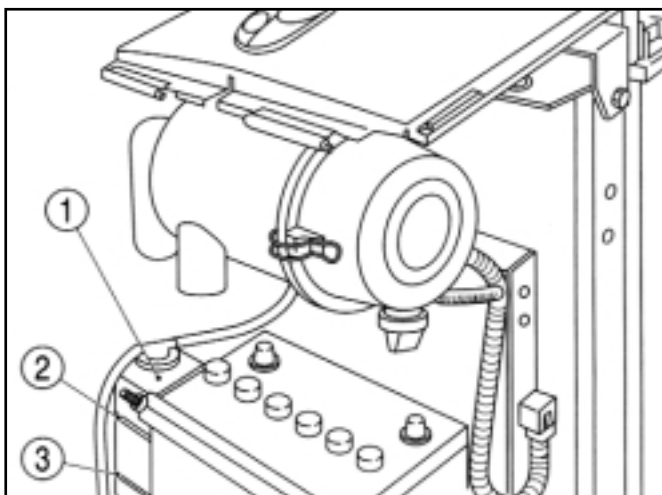

FIG. 107a / ABB. 107a / FIG. 107a
Le TK546 étant équipé d'un réservoir de réserve, vérifiez le niveau de liquide de refroidissement en procédant comme suit (Fig. 107a):
5. Remontez les 2 bouchons et connectez le tuyau s'il a été démonté. Remplissez le radiateur avec de l'eau douce et pure, si disponible, avec un pourcentage minimum de 33 % d'antigel. Remplissez le réservoir de réserve de liquide de refroidissement jusqu'à la limite supérieure par l'orifice de remplissage (TK546) (Fig. 107a).
Der TK546 ist mit einem Kühlmittel-Ausgleichsbehälter ausgerüstet. Den Kühlmittelstand folgendermaßen prüfen (Abb. 107a):
5. Die Ablassschrauben und evtl. gelöste Schläuche wieder anbringen. Destilliertes oder weiches Wasser mit 1/3 Frostschutzmittel vermischen und in den Kühler einfüllen. Den Ausgleichsbehälter (bei TK546) über den Füllstutzen bis zur Höchststandmarkierung auffüllen (Abb. 107a).
Aangezien de TK546 is uitgerust met een reserve-reservoir, moet u het koelvloeistofpeil controleren als volgt (Fig. 107a):
U moet het reservereservoir via de vulopening met koelvloeistof vullen tot aan het maximummerkteken (TK546) (Fig. 107a).